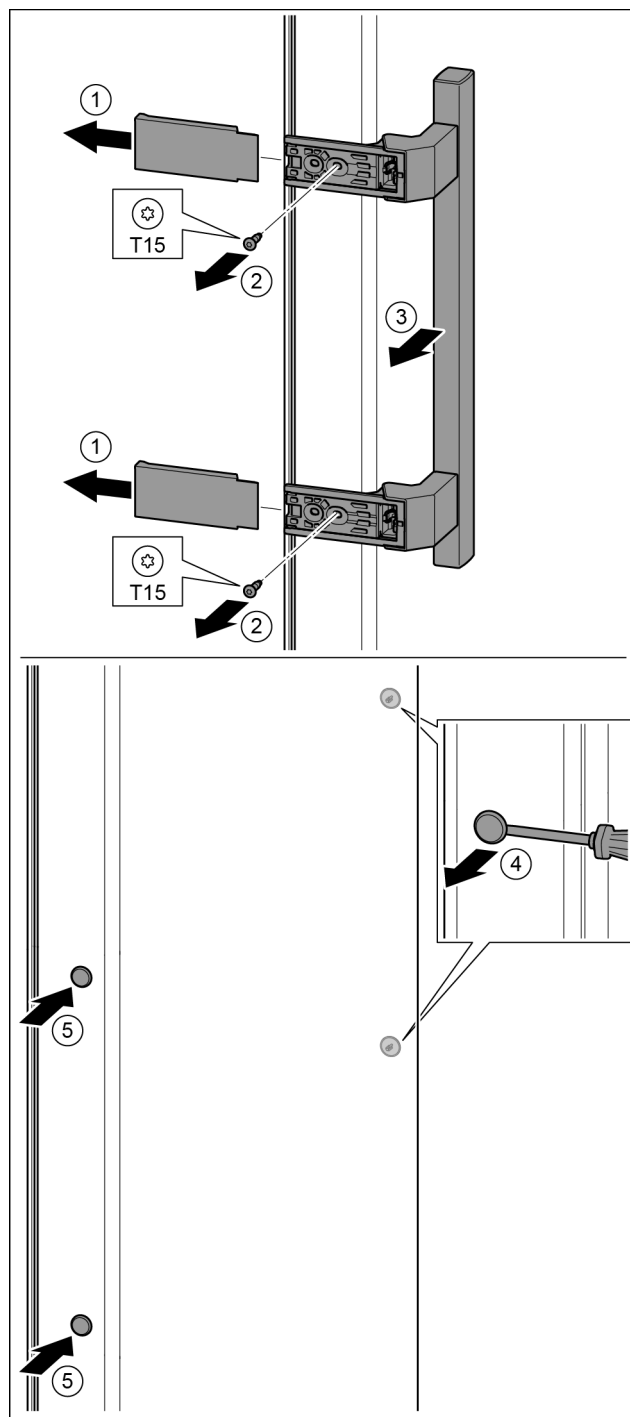

Fig. 19
- 拆下盖板。Fig. 19 (1)
- 用 T15 螺丝刀将螺钉旋开。Fig. 19 (2)
- 取下把手。Fig. 19 (3)
- 用带槽螺丝刀小心地提起侧边的堵头并将其拉出。Fig. 19 (4)
- 将堵头重新放入另一个侧。Fig. 19 (5)